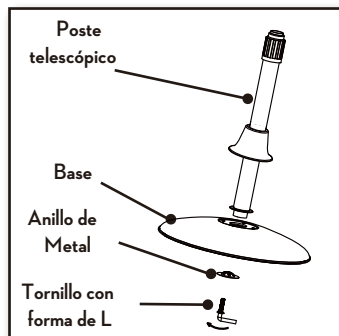

Figura 7
2. Quite el tornillo en forma de L y el anillo metálico del poste telescópico; para ello, gírelo en sentido contrario a las agujas del reloj. Figura 7.